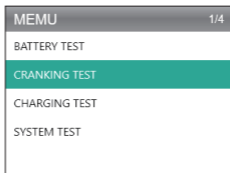

Figure 4.3.1
1. Sélectionnez "Test de démarrage" et appuyez sur [OK]. (Voir la figure 4.3.1)